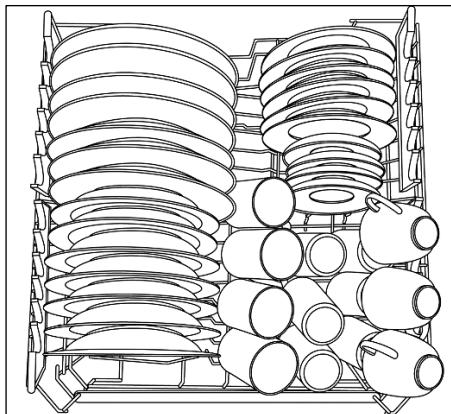

Abb. 1
- Ziehen Sie den Korb dazu mit beiden Händen senkrecht nach oben heraus (Abb. 1).
- Ziehen Sie den Korb mit beiden Händen vorsichtig senkrecht nach oben heraus (Abb. 1);
Eine Standardbeladung für tägliches Spülen ist in den Abb. 1.
- Der Filtersatz lässt sich durch Drehen gegen den Uhrzeigersinn leicht herausziehen (Abb. 1).